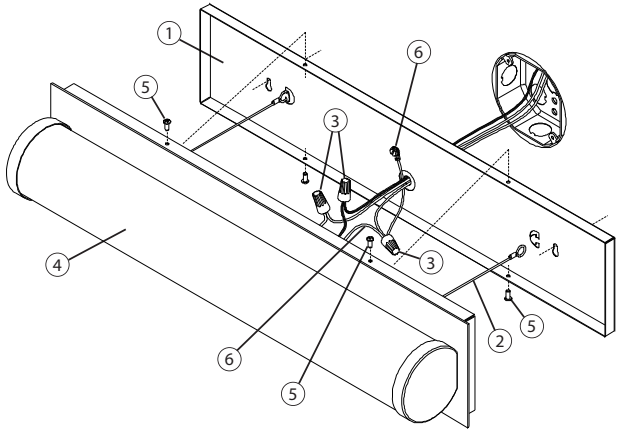
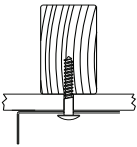
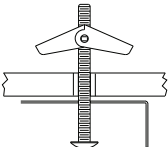

Figure 1
Figure 3
Figure 4
<ol style="list-style-type: none">1. Retirer l'emballage des composants et des pièces de la fixation. Vérifier la présence de toutes les pièces. Voir page 2. <p>Remarque : IL FAUT COUPER L'ALIMENTATION AU DISJONCTEUR!</p> <p>MISE EN GARDE CONCERNANT LE CÂBLAGE ET L'INSTALLATION DU LUMINAIRE : Connecter le luminaire aux câbles d'alimentation adaptés à une température d'au moins 90 °C (194 °F).</p> <p>De l'aide peut être nécessaire pour soutenir le luminaire pendant l'installation.</p> <p>Le luminaire convient aux installations au mur ou au plafond.</p> <ol style="list-style-type: none">3. Pour installer le luminaire , tenir la plaque arrière (1) contre la surface de montage à l'emplacement désiré et marquer dans la section étroite des trous piriformes des fentes de montages. Percer un orifice pilote de 1/8 po de Ø à chaque emplacement.4. Si la perceuse atteint un clou ou une solive de plafond, utiliser des vis à bois (non incluses) pour sécuriser la plaque arrière (1) avant de faire les raccordements centraux. (Vis no 10 longues de 1 po minimum recommandées) Voir Fig. 3. <p>Si la perceuse ne rencontre pas un montant ou solive, agrandir les trous pour accueillir des écrous et des boulons (non inclus). (Boulons et écrous de 3/16 po recommandés) Insérer le(s) boulon(s) à travers la plaque arrière (1), puis le(s) écrou(s) avant de faire les connexions. Voir la figure 4.</p> <p>Pour installer le luminaire avec le boîtier de raccordement :</p> <ol style="list-style-type: none">5. Si les règlements locaux le permettent et s'il n'y a pas de boîtier de raccordement, le luminaire peut être installé sans pavillon (4) en retirant les vis retenant le pavillon (4) à la plaque arrière et en laissant le pavillon (4) de côté.6. Insérer les vis à bois ou les boulons préinstallés dans les trous de montage déjà percés. Maintenir le luminaire à niveau, serrer les vis ou les boulons jusqu'à ce que le luminaire soit bien fixé. Voir la figure 1.7. Attacher la plaque arrière (1) à la boîte de raccordement à l'aide de 2 vis de 1/2 po (2). Voir la figure 1.
3. To mount fixture, hold the Backplate (1) against the mounting surface in the desired location and mark the narrow section of the keyhole mounting slots. Drill 1/8" Ø pilot hole at each location.
4. If drill encounters a stud or joist, use wood screw(s) (not supplied) to secure the Backplate (1) before making wire connections. (Minimum 1 inch long #10 screws recommended) See Fig. 3.
If drill does not encounter a stud or joist, enlarge the holes to accommodate toggle nuts & bolts (not supplied). (3/16 inch toggle bolts and nuts recommended) Insert the bolt(s) through the Backplate (1), then the toggle nut(s) before making wire connections. See Fig. 4.
6. Insert wood screws or the pre-installed toggle nuts and bolts into the previously drilled mounting holes. Hold the fixture level and tighten the screws or toggle bolts until the fixture is secure. See Fig. 1.
7. Attach the Backplate (1) to the junction box using two 1/2" screws (2). See Fig. 1.
9. Use Wirenuts (3) to connect the Green Ground Wires (6) to the bare copper ground wire, the black fixture wire to the black power supply wire and the white fixture wire to the white power supply wire. See Fig. 1
10. Without pinching the wires, position the Housing Assembly (4) over the Backplate (1) with the mounting holes aligned. Insert the 4 Pan Head Screws (5) and tighten.
3. Para instalar el montaje, sostenga la placa poste rior (1) contra la superficie de montaje en el lugar deseado y marque la sección estrecha de las ranuras de montaje de la bocallave. Perfore un orificio guía de 1/8" de diámetro en cada lugar.
4. Si la broca encuentra un corchete o una vigueta, use tornillos de madera (no incluidos) para fijar la placa posterior (1) antes de completar las conexiones de cable. (Se recomiendan tornillos #10 de 1 pulgada de largo como mínimo) Ver Fig. 3.
(Se recomiendan tuercas y tornillos acodados de 3/16 pulgadas) Inserte los pernos a través de la placa posterior (1) y luego las tuercas acodadas antes de hacer las conexiones de cable. Consulte la Fig. 4.
6. Inserte los tornillos de madera o las tuercas y los pernos acodados preinstalados en los orificios de montaje previamente perforados. Mantenga el nivel del montaje, ajuste los tornillos o pernos acodados hasta que el montaje esté asegurado. Consulte la Fig. 1.
7. Instale la placa posterior (1) en la caja de unión usando los dos tornillos de 1/2" (2). Consulte la Fig. 1.
9. Use tuercas para cables (3) para conectar los cables verdes de puesta a tierra (6) al cable de cobre pelado de puesta a tierra, el cable negro del montaje al cable de alimentación negro y el cable blanco del montaje al cable de alimentación blanco. Consulte la Fig. 1.
10. Sin apretar los cables, coloque el conjunto de la carcasa (4) sobre la placa posterior (1) con los orificios de montaje alineados. Inserte los 4 tornillos de cabeza plana (5) y ajuste.